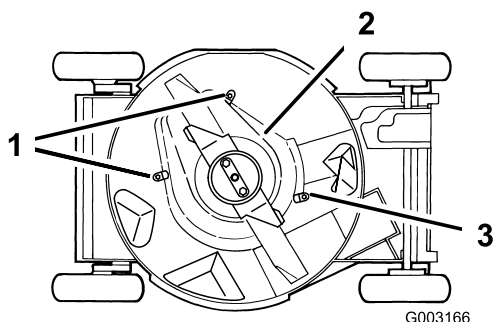

Figura 40
- Aloje las pestañas que fijan el protector del embrague del freno de la cuchilla a la carcasa, aflojando las tuercas o los pernos de las pestañas (Figura 40). Gire las pestañas 180° para que no estorben.